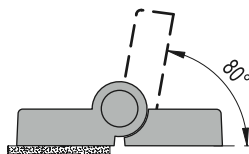

Fig.1
- 80° véase Fig. 1
- Colocar el cuerpo de la bisagra con el interruptor incorporado en el marco fijo y el otro cuerpo en la puerta. La distancia entre el pasador de la bisagra y la puerta debe ser de por lo menos 5 mm. (véase fig. 1).